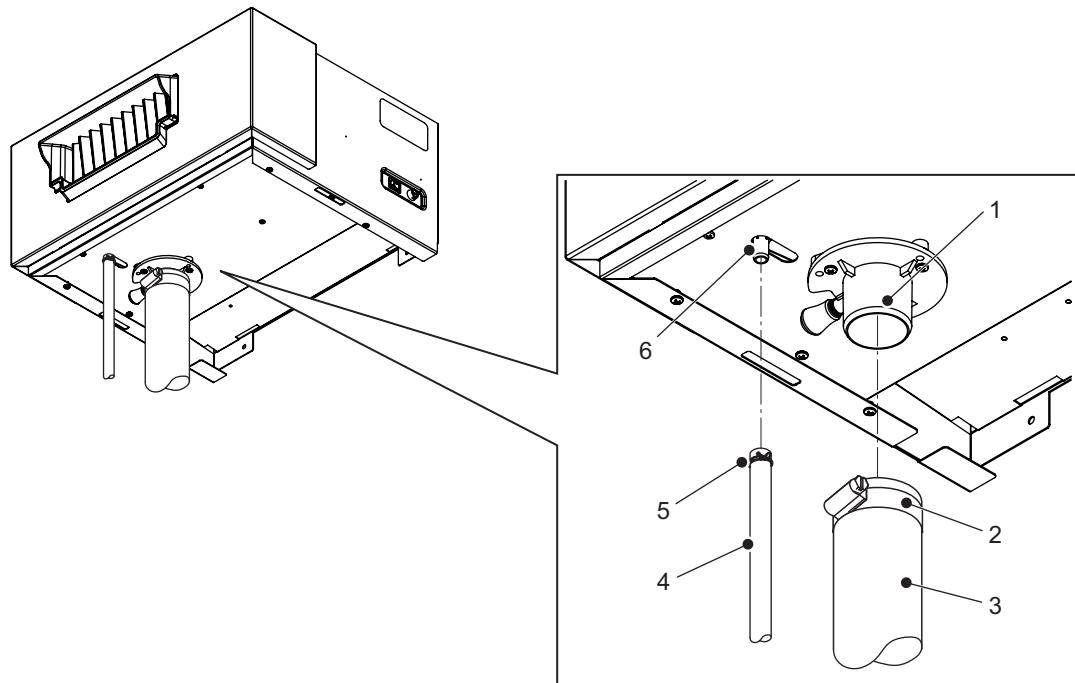

Figure 11 : Raccords de tuyau sur l'unité de ventilation
- Fixer le tuyau de vapeur (non fournie) à l'adaptateur vapeur à l'aide d'un collier de serrage (fourni). Consulter la Figure 11.